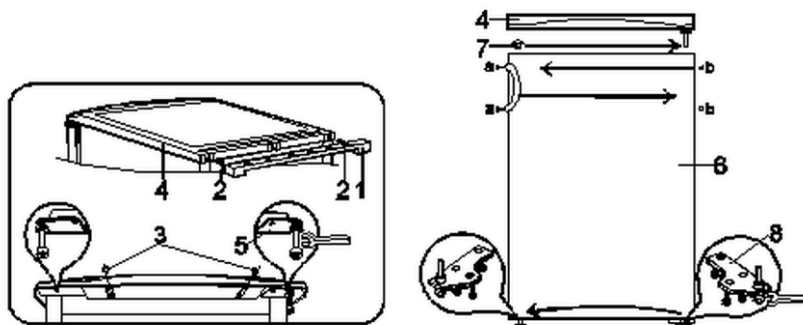

Fig. 5
1. Desmonte el soporte (1, Fig. 5) y retire los tornillos (2).
2. Retire ambos tornillos (3) que fijan la placa superior del aparato.
3. Retire la placa superior (4).
4. Retire el soporte (5) incluyendo el perno del soporte con las arandelas colocadas.
5. Desenrosque el perno del soporte con arandelas (5) y vuelva a enroscarlo en el otro orificio del soporte (5).
6. Retire la puerta (6) del aparato.
7. Retire el tapón de cierre (7) de la puerta e introdúzcalo en el orificio del lado opuesto.
8. Retire el soporte inferior (8) junto con el pasador y las arandelas colocadas. Desenrosque el perno del soporte en sentido contrario a las agujas del reloj. Gire el soporte (8) 180° y vuelva a atornillar el perno. Fije el soporte en el lado opuesto..
9. Coloque la puerta del frigorífico en el perno de sujeción del soporte (8). Atornille el soporte (5) junto con el perno de sujeción y las arandelas colocadas.
10. Coloque la placa superior (4).
11. Apriete bien los tornillos (2) y (3).